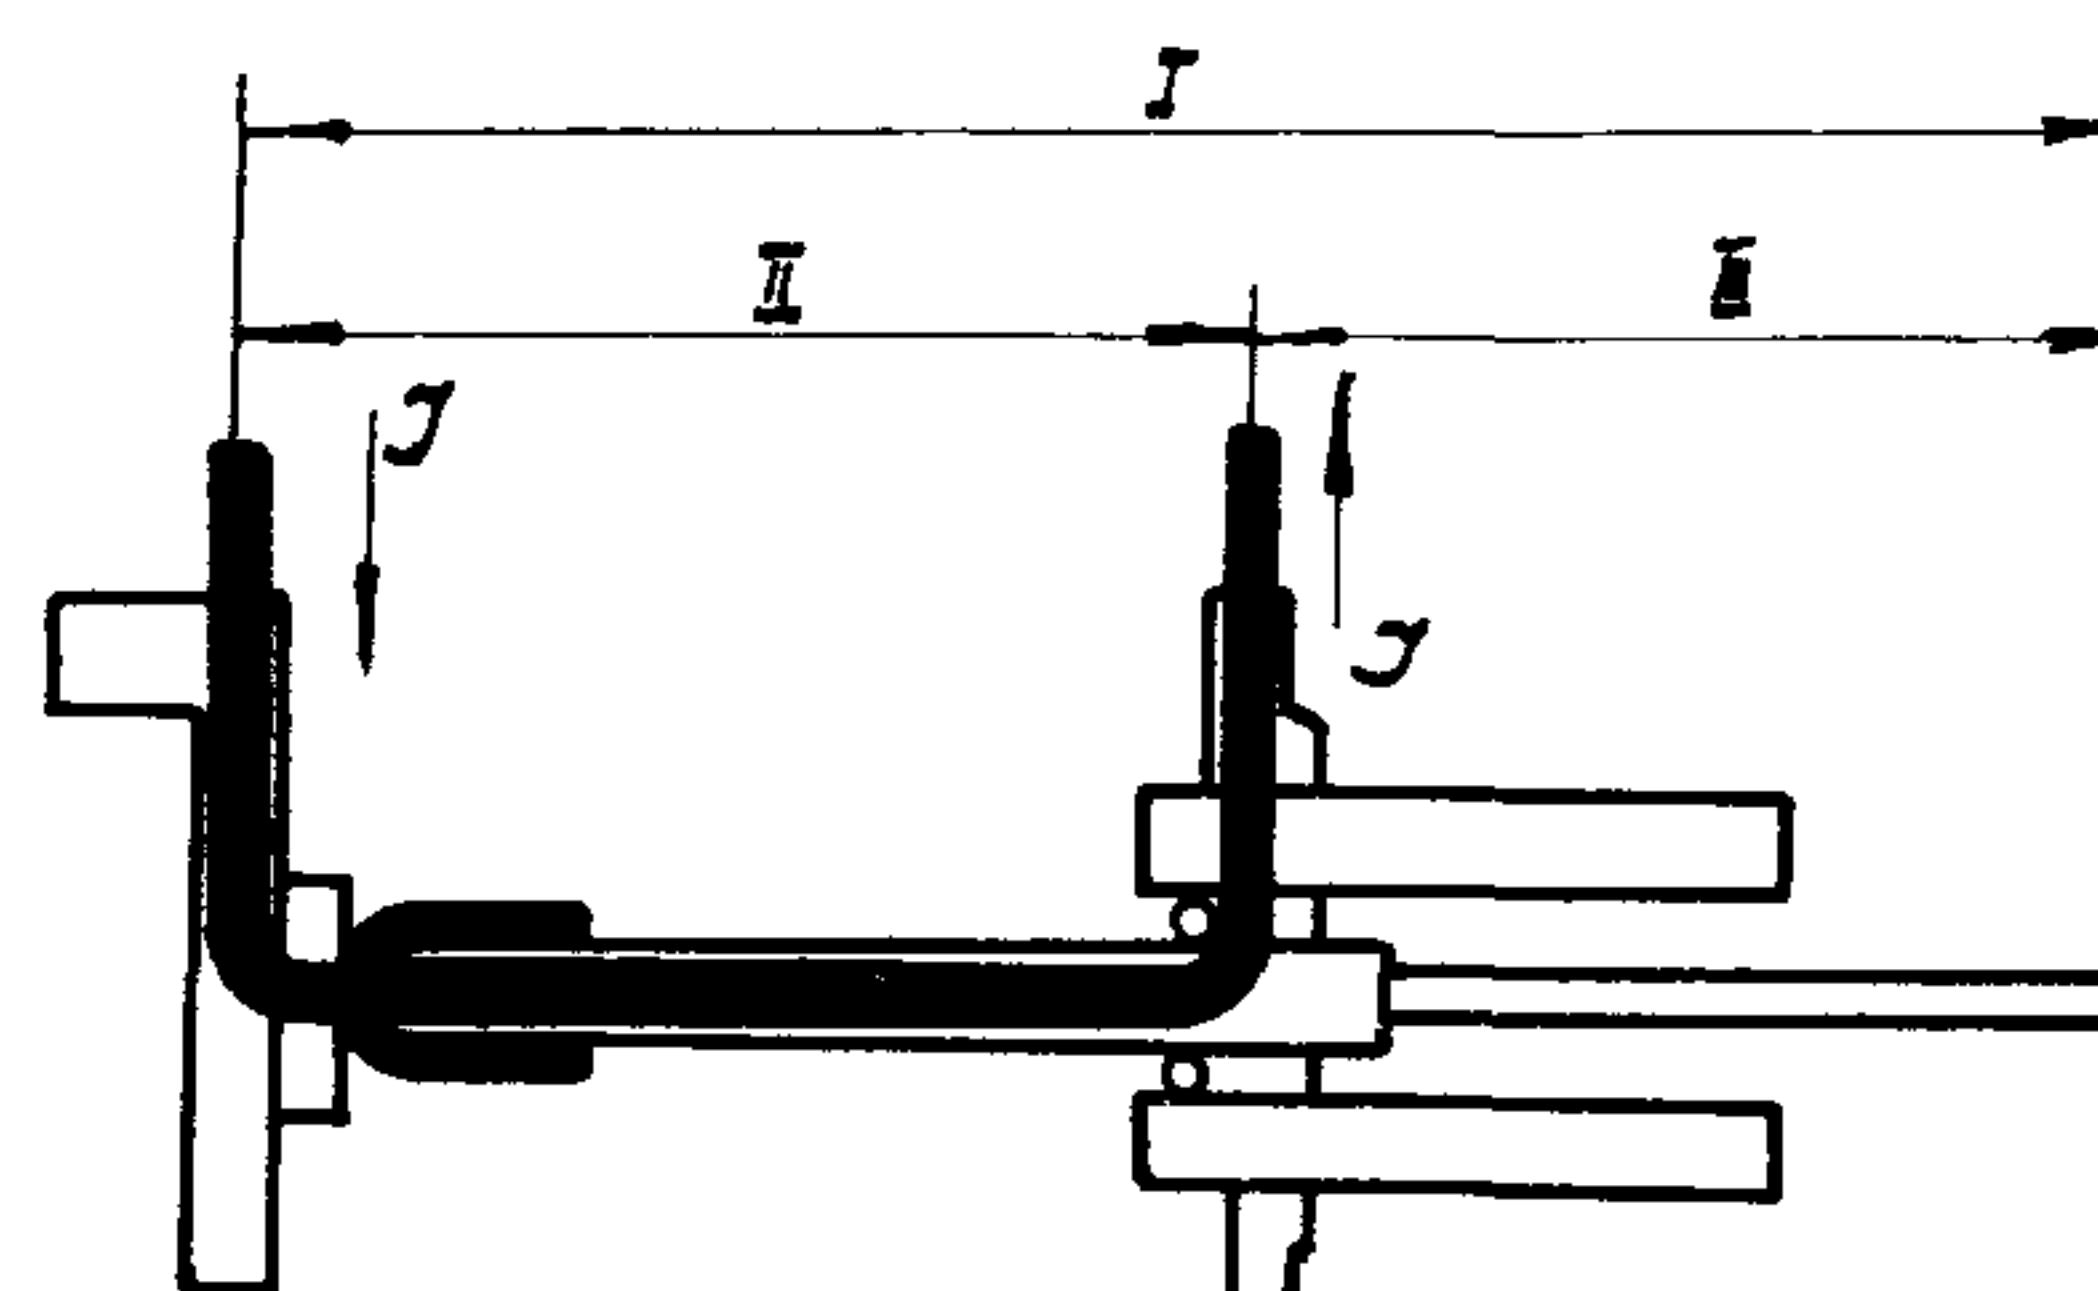

Рис.6. Схема замера сопротивления токоведущего контура полюса:
06.2. Осмотреть розеточный контакт. При осмотре обратить внимание на отсутствие повреждений у ламелей 2 (рис.5), прокладок 3, пружин 4, кольца 5, гибких связей 6, опорного кольца 7, болтов 8, шайб 9 и прокладок 10. Если дефектов у перечисленных выше деталей не обнаружено, металлокерамическая облицовка ламелей обгорела незначительно и переходное сопротивление участка "стержень - розеточный контакт" (рис.6) не превышает 33 Ом, то неподвижный розеточный контакт разбирать не рекомендуется. Необходимо лишь зачистить металлокерамическую облицовку ламелей напильником и шлифовальной шкуркой, промыть контакт бензином и подтянуть болты.
06.19. Замерить переходное сопротивление участка "стержень - розеточный контакт" (см.рис.6), которое не должно превышать 33 мкОм.
07.17. Замерить переходное сопротивление на участке роликового токосъема (см. рис.6), которое не должно превышать 22 мОм.